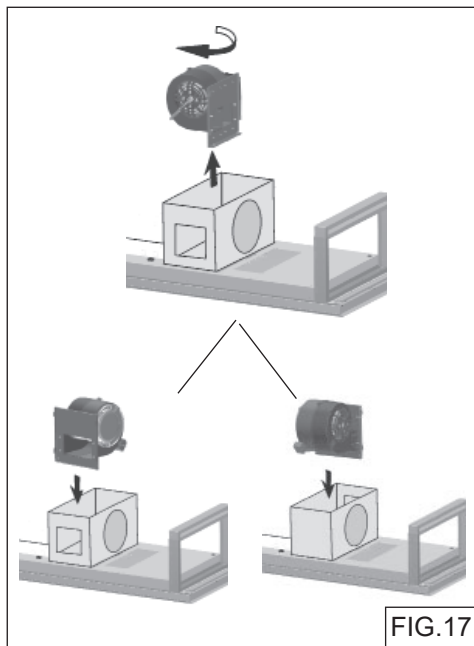

FIG.17
• Gíre el ventilador de 90 grados y reinstale (2) tornillos (Fig.17). Reinstalas las cajas del ventilador, brida y tornillos.